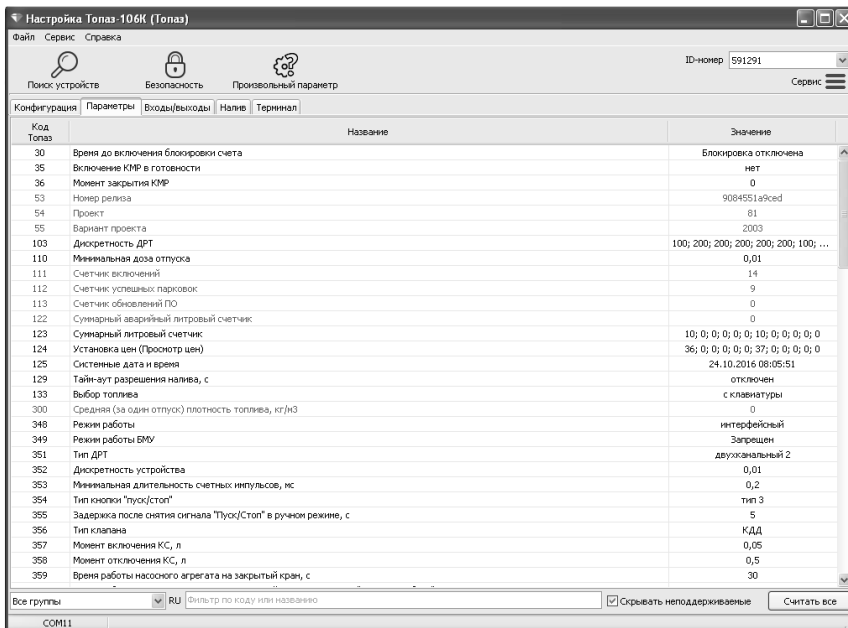

Рисунок 9
7.6 На вкладке "Параметры" (рисунок 9) можно просмотреть и при необходимости изменить значения параметров устройства.